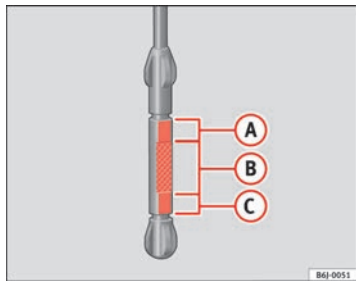

Abb. 116 Ölmesstab
- Den Messstab anschließend wieder herausziehen und den Ölstand ablesen ⇒ Seite 194, Abb. 116. Füllen Sie gegebenenfalls Motoröl nach.